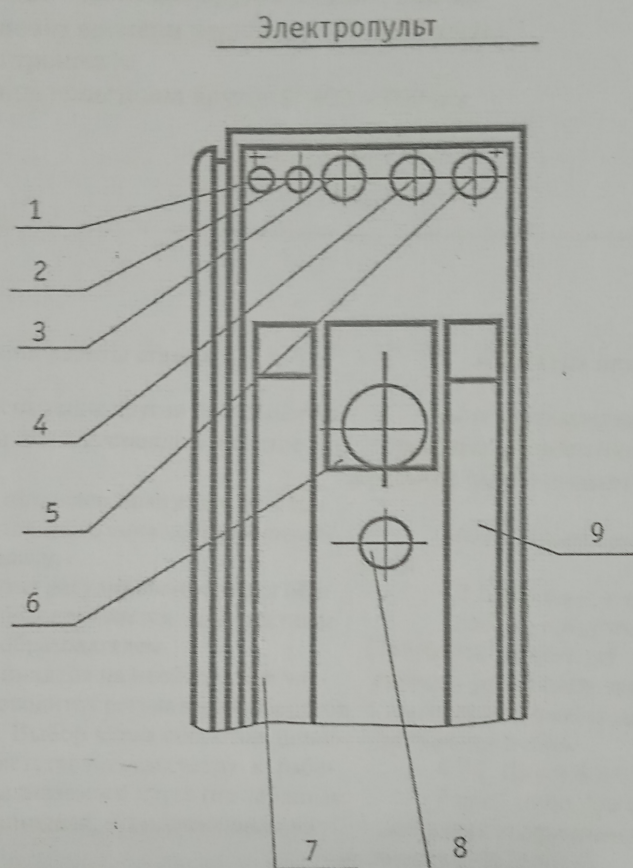

Рис.6 Расположение органов управления и табличек с символами
6.1. Изображение станка с обозначением органов управления и графических символов (рис. 6).
(рис. 6) Позиция	Органы управления и их назначения